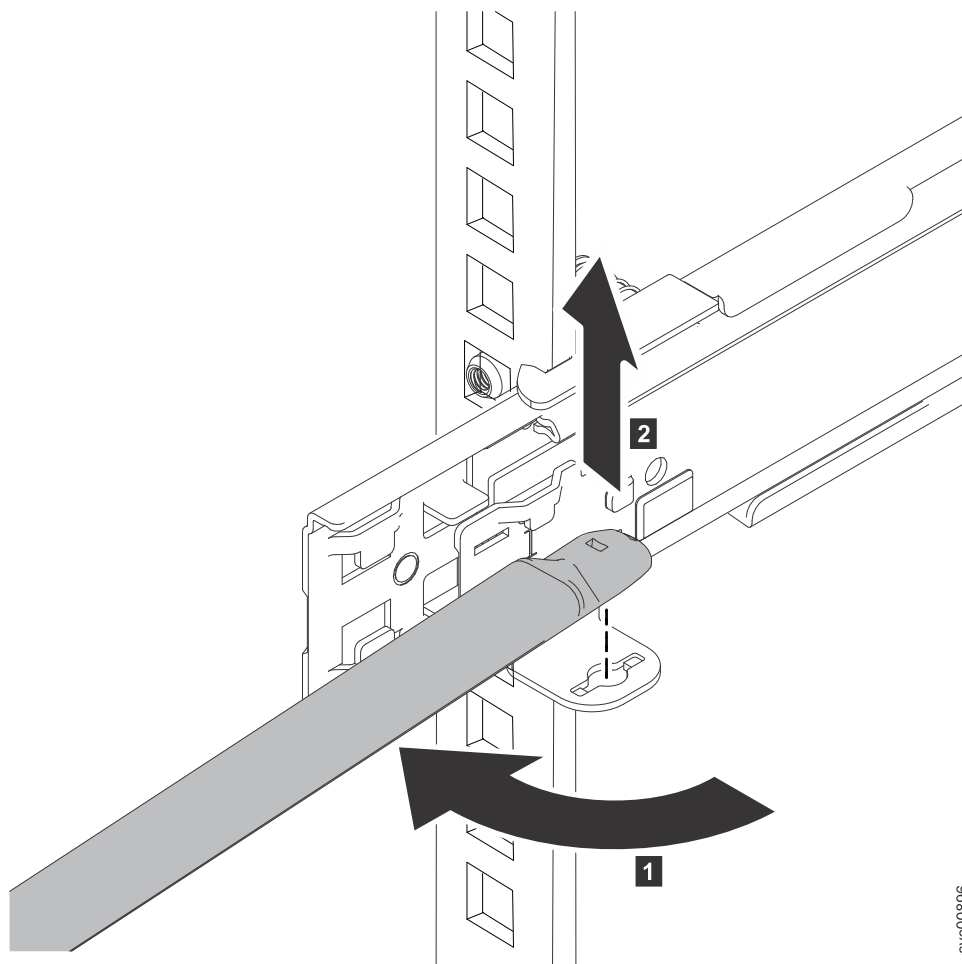

図 14. ケーブル・マネジメント・アームの取り外し
9. 22 ページの図 14 に示すように、ノードの左側面の後部のケーブル・マネジメント・アームを取り外します。